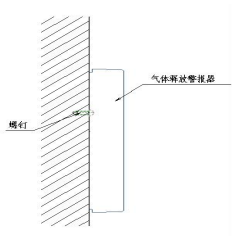

图 2 安装方式
- 3、警报器安装时需要先切断电源，采用壁挂式安装，安装孔距为 190mm，警报器安装时先在墙面固定两只塑料胀管和自攻螺钉，然后进行接线，确保接线准确无误后，将警报器挂在墙面可安装示意图见图 2。